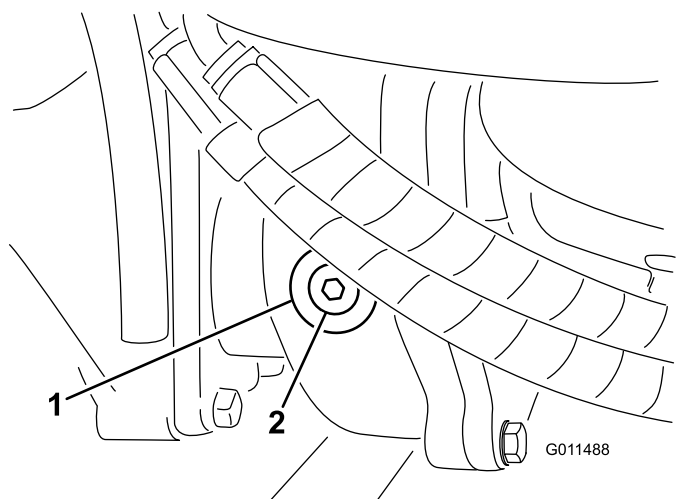

Figura 81
2. Togliete il tappo di controllo/riempimento dal lato sinistro del riduttore e verificate che il lubrificante raggiunga la base del foro (Figura 81).